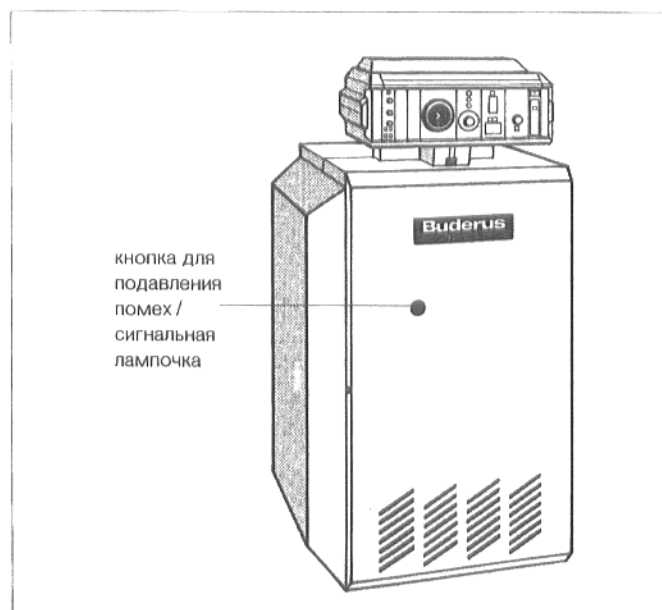

Рис. 6: кнопка для подавления помех
- Если светится контрольная лампочка у кнопки для подавления помех (рис. 6), то необходимо нажать кнопку для подавления помех.